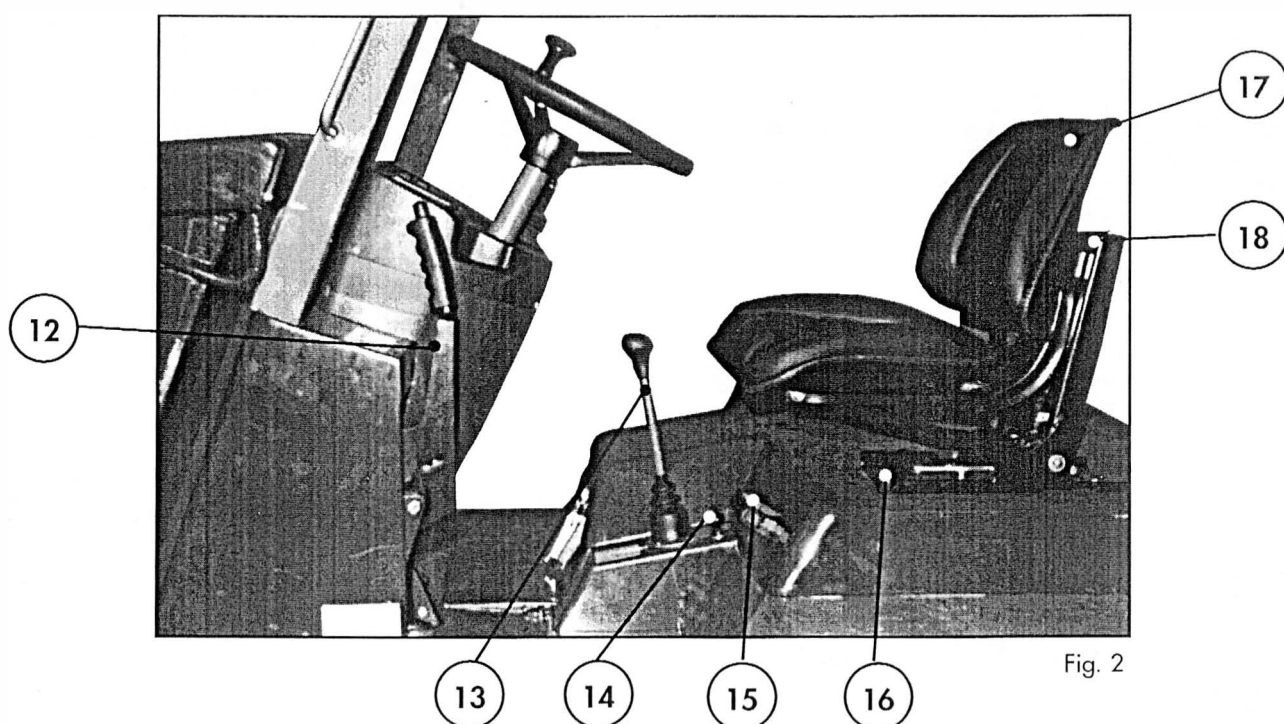

Fig. 2
- 3) Tirar del mando de stop (14) Fig. 2 y 5, hasta obtener la parada del motor. Girar la llave a la posición "0" y retirarla.